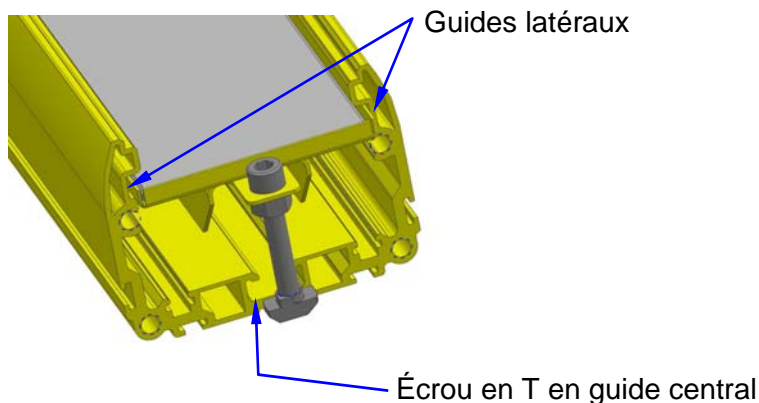

Fig. 6
À l'aide du kit ST-PS-DM, monter le carter du miroir de déviation. Prendre garde à ce que l'écrou en T M8 corresponde à la rainure centrale de l'élément tréfilé « protective stand » et que les bords latéraux du carter du miroir sont alignés aux guides longitudinaux qui se trouvent sur le même élément (Fig. 6). Régler la hauteur du carter et serrer les vis M8 x 50 UNI5931.
2. Installer les miroirs SG-DM à l'intérieur du produit SG-PSB de la version adaptée, à l'aide du kit ST-PS-DM (voir Fig. 6). Le tableau « Correspondance Modèles » qui se trouve dans le manuel SG-DM indique en résumé les accouplements recommandés entre produit e miroir de déviation de faisceau.